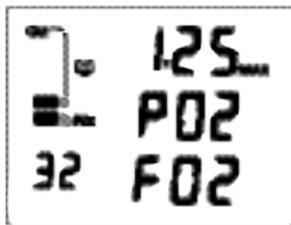

Fig. 52 - DATOS REGISTRO 3
**DATOS DE REGISTRO 3 (en caso de inmersión con Nitrox);** ésta es la información mostrada (Fig. 52):